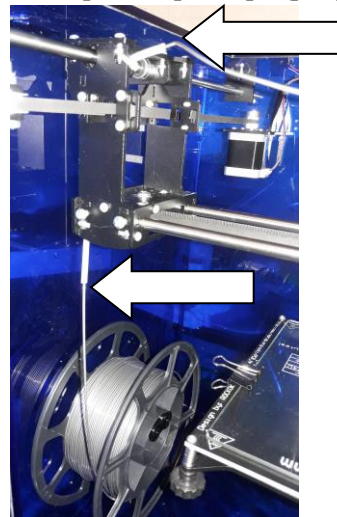

Рисунок 2.21 - Пластиковая нить в трубке
2. Протяните пластиковую нить в трубку на боковой каретке принтера (рисунок 2.21)